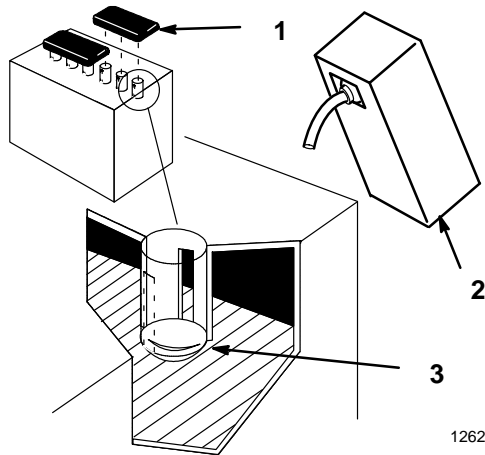

Abbildung 4
2. Die Verschußdeckel von der Batterie abnehmen. Langsam Füllsäure in die einzelnen Zellen gießen, bis der Säurestand bis zum unteren Teil des Rohrs reicht (Abb. 4).
5. Langsam Füllsäure in die einzelnen Zellen gießen, bis der Säurestand bis zum unteren Teil der Röhre reicht (Abb. 4). Dann die Deckel anbringen.